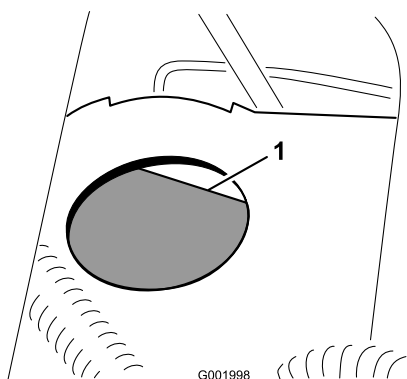

Figura 62
2. O nível do fluido deve estar ao nível da linha Full indicada no reservatório (Figura 62).